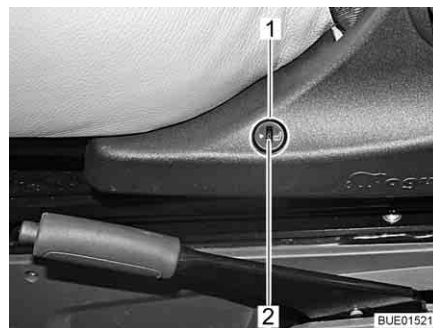

Fig. 28 Interruptor Calefacción de asiento
- Pulsar la parte inferior del interruptor (Fig. 28,1) en el lado izquierdo de la consola del asiento.
- Para ajustar una potencia calorífica más baja, girar la rueda de ajuste (Fig. 28,2) hacia "0".
- Para ajustar una potencia calorífica más alta, girar la rueda de ajuste (Fig. 28,2) hacia "5".
- Pulsar la parte superior del interruptor (Fig. 28,1) en el lado izquierdo de la consola del asiento.